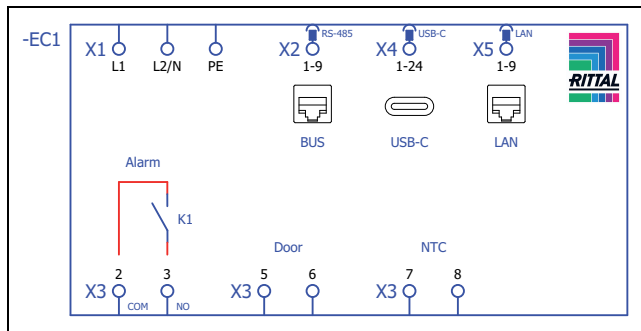
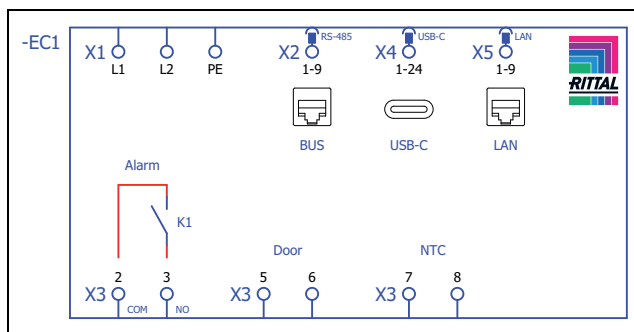

Bild 45: Kopplingsschema SK 3478800, SK 3478801, SK 3479800, SK 3479801, SK 3480800, SK 3484800
Bild 46: Kopplingsschema SK 3484840
- Ta ut nätkontakten ur leveransförpackningen och koppla in nätförsörjningen enligt tillhörande anslutningsmärkning (bild 45 resp. bild 46).